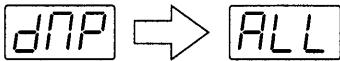

Fig. 10
3. Press the INSTRUMENT 【▶】 key and the display will change as in Fig.10.
3. INSTRUMENT 【▶】 キーを押すと図10のようにディスプレイの表示が変わります。